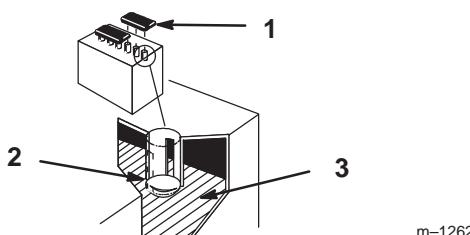

Bild 53
1. Öffnen Sie die Deckel, um in die Zellen schauen zu können. Der Füllstand muss bis zum unteren Teil des Rohrs reichen (Bild 53). Die Säure darf nicht unter die Platten fallen. (Bild 53).
2. Nehmen Sie die Verschlussdeckel ab (Bild 53).
3. Gießen Sie langsam destilliertes Wasser in jede Batteriezelle, bis der Füllstand den unteren Teil des Rohrs erreicht (Bild 53).